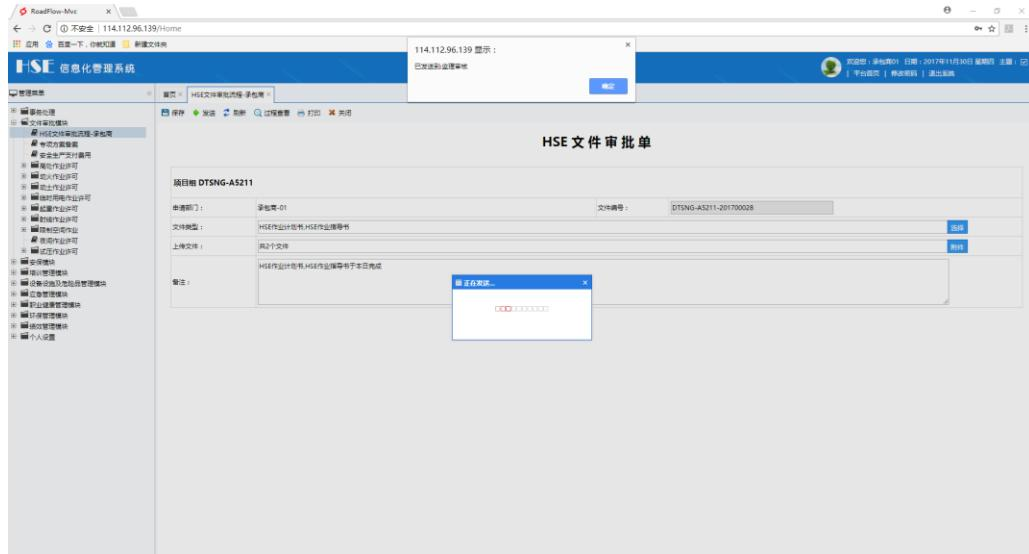

图 5.2-9 流程发送结束
6. 系统弹出“已发送到：监理审核”，则流程发送完毕，如图 5.2-9 所示：